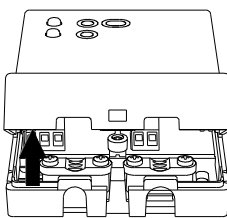

Fig. 3
- 3 Rotiți capacul cablurilor apăsând ușor până când îl scoateți complet (Fig. 3).